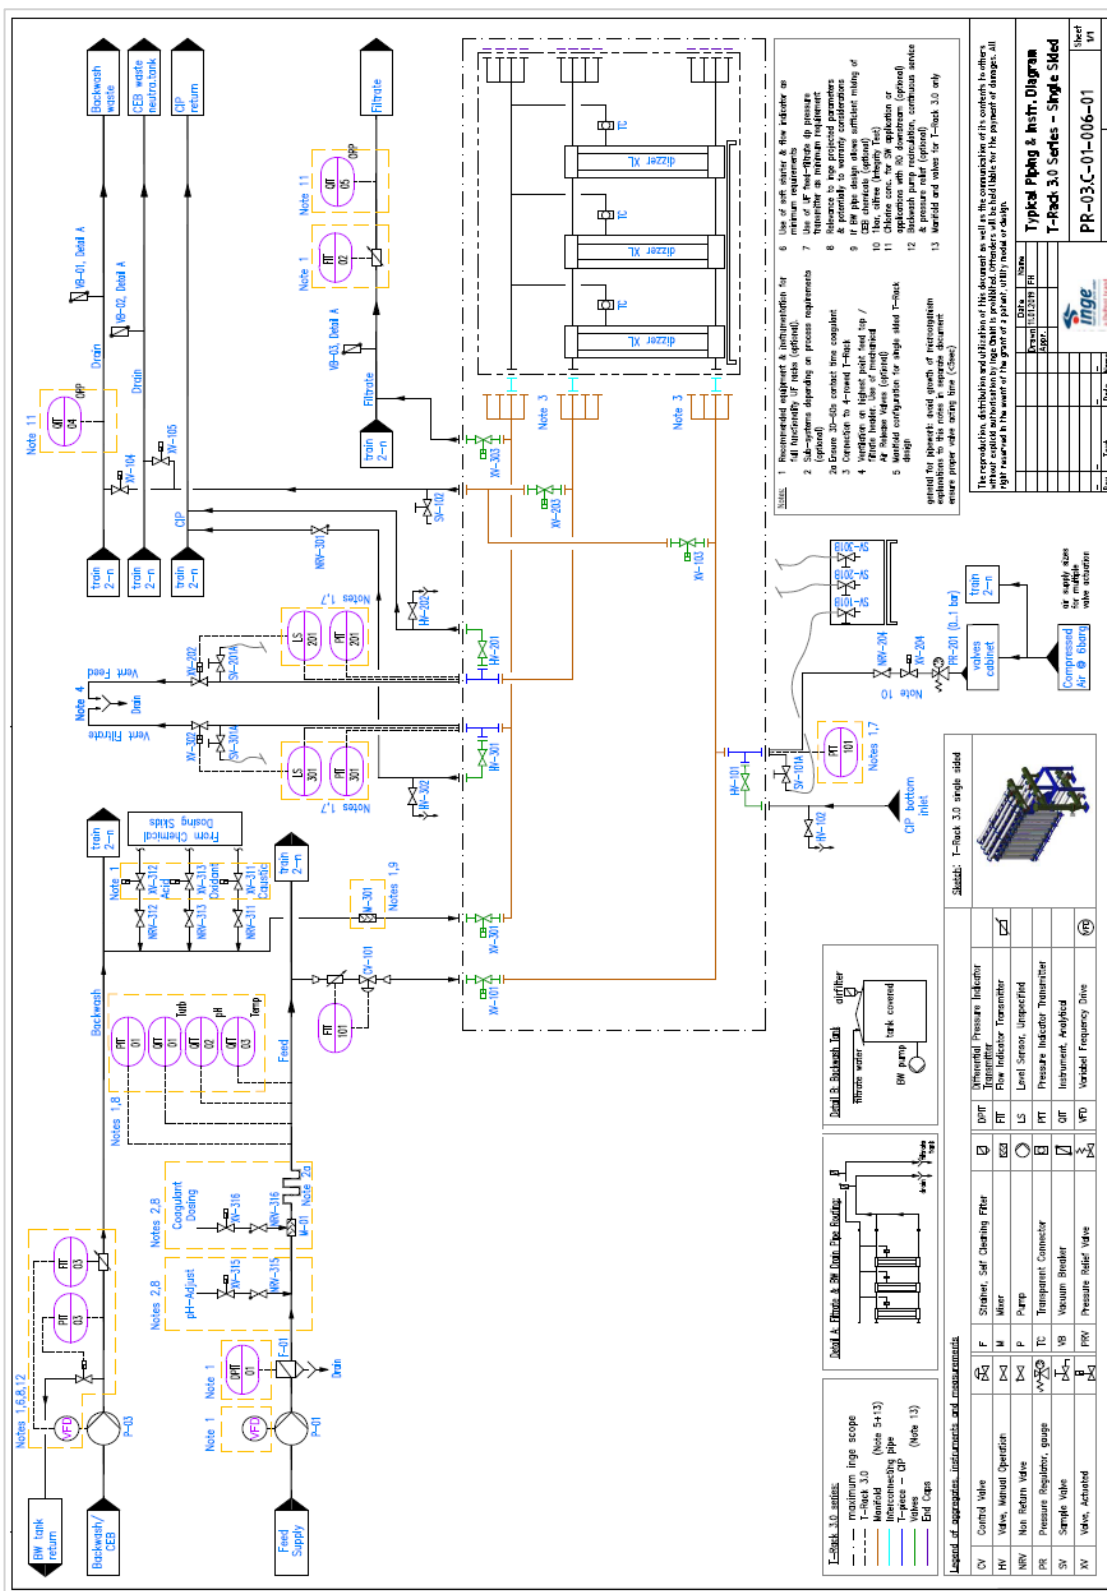

Figura 7.2 - 2 - Diagrama de flujo para sistema de UF T-Rack™ (versión de lado único)
- Los sistemas de UF con módulos PES-UF y los sistemas de UF con T-Rack™ deben respetar los diagramas de flujo básicos que se muestran en los siguientes diagramas (véase Figura 7.2 -1 a Figura 7.2 -4).